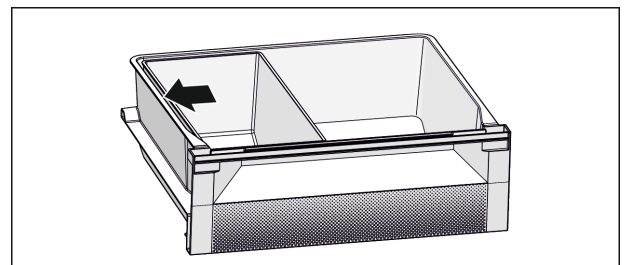

Fig. 7
- ▶ Saat optimaalisen jäähdystystehon seuraavasti: Sijoita Fish & Seafood -laatikko paikalleen kuvan mukaisesti (katso Fig. 7).